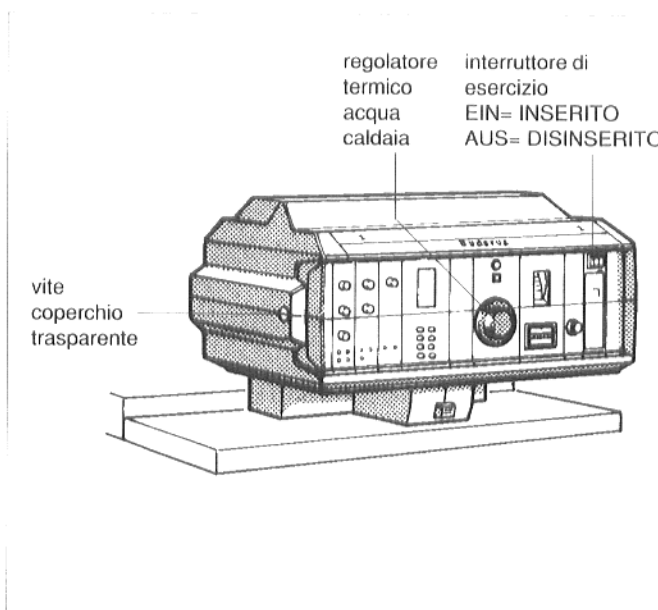

Fig. 5: Apparecchio di regolazione
- Portare il taglio della vite per il fissaggio del coperchio trasparente dell'apparecchio di regolazione (Fig. 5) in posizione orizzontale servendosi per esempio di una monetina. Estrarre frontalmente il coperchio trasparente.
- Porre l'interruttore di esercizio (Fig. 5) in posizione I (EIN=INSERITO).
- Tarare il regolatore termico dell'acqua di caldaia (Fig. 5) alla temperatura desiderata. Per le regolazioni "Ecomatic" posizionare il regolatore su "AUT".